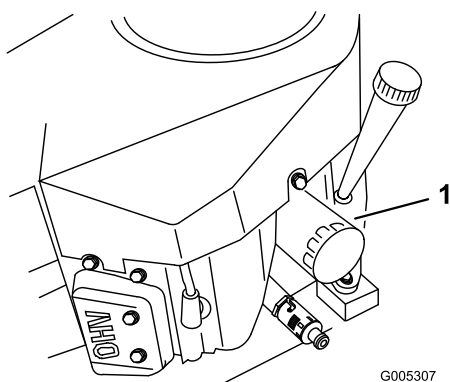

Figura 33
2. Togliete il filtro dell'olio (Figura 33).